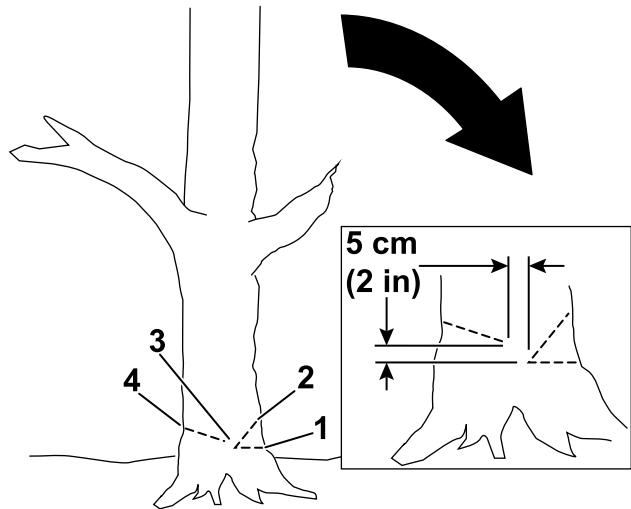

Figure 16
4. Commencez par couper le tiers du diamètre de l'arbre, du côté où vous voulez qu'il tombe (Figure 16).
5. Faites une deuxième coupe pour former une encoche, en commençant à au moins 5 cm au-dessus de la première coupe (Figure 16).
6. Faites la coupe d'abattage du côté opposé à l'encoche, à peu près 5 cm plus haut que le bas de l'encoche, comme montré à la Figure 16.
Important: Arrêtez la troisième coupe 2,5 à 5 cm avant l'encoche pour former une charnière entre les coupes (Figure 16), ce qui empêche l'arbre de s'abattre dans la mauvaise direction ou de pivoter dans sa chute.
Remarque: Quand la coupe d'abattage se rapproche de la charnière (Figure 16), l'arbre devrait commencer à tomber.